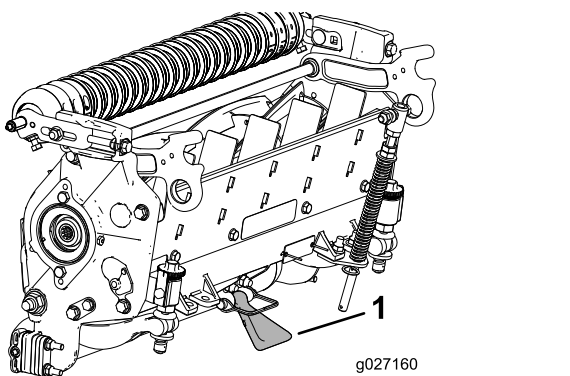

**Figura 9**
2. Girate in senso antiorario le viti di regolazione della barra di appoggio per accertarvi che la barra di appoggio non tocchi il cilindro (**Figura 9**).